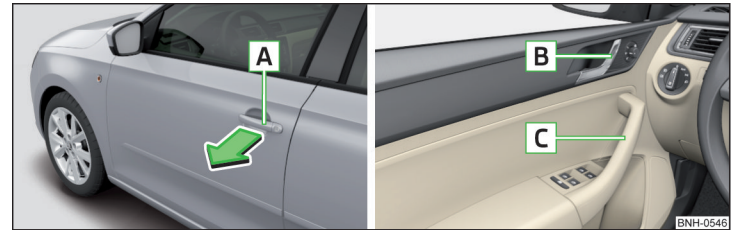

Abb. 33 Türgriff/Türöffnungshebel
- Zum **Öffnen von außen** das Fahrzeug entriegeln und am Türgriff **A** in Pfeilrichtung ziehen » *Abb. 33*.